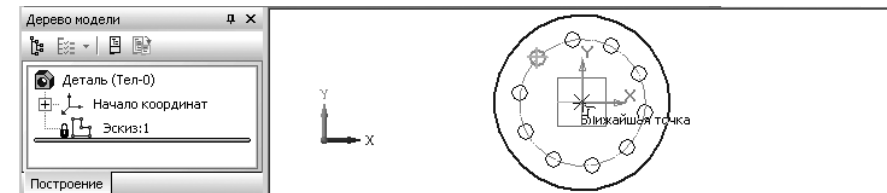

Рис. 8.44. Результат копирования **По окружности**
- щелкните по центру осевой окружности – центру начала координат. Тут же равномерно разместятся десять маленьких окружностей показанные на рис. 8.44. Одна окружность слабо видно. Это связано с тем, что она выделена, но выделена зеленым цветом и действие операции копирования **По окружности** еще не закончена;